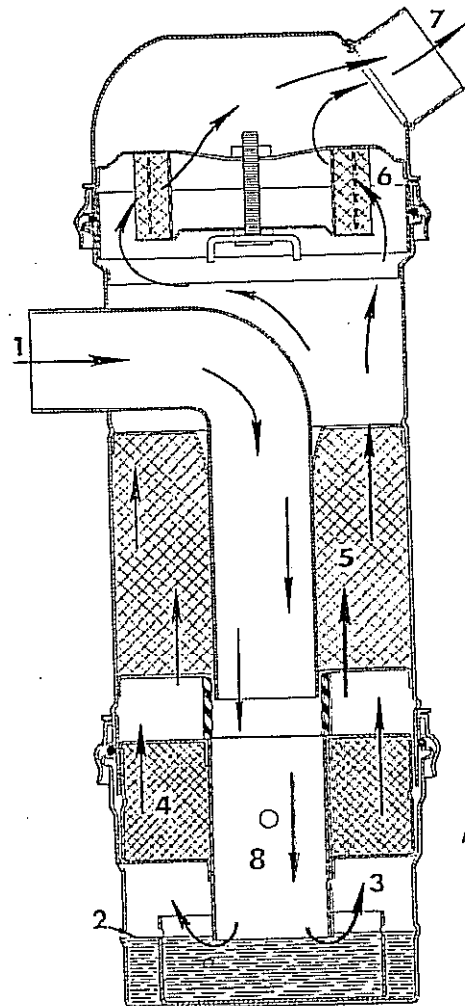

Fig. 122
**Funcionamiento:** El aire, aspirado por el motor, es tomado a través de la tubería de admisión y penetra al filtro por la boca de entrada 1 (Fig. 122). Luego sigue la dirección indicada por las flechas, hasta "chocar" con el aceite del depósito inferior 2. El aceite, por su viscosidad, retiene las partículas de arena o tierra que pudieran encontrarse en el aire aspirado por el motor. La vena flúida de aire sigue circulando por el conducto 3 y pasa por el filtro primario 4 (de tejido metálico cerrado), donde es filtrado nuevamente dejando en el mismo, pequeñas gotas de aceite que había arrastrado al pasar por el depósito 2.
El filtro primario 4, posee en el interior del tubo, tres orificios de 6 mm de diámetro dispuestos a  $120^\circ$  (8, Fig. 122), cuya misión es proporcionar al carburador una mayor cantidad de aire para el momento de arranque del motor.